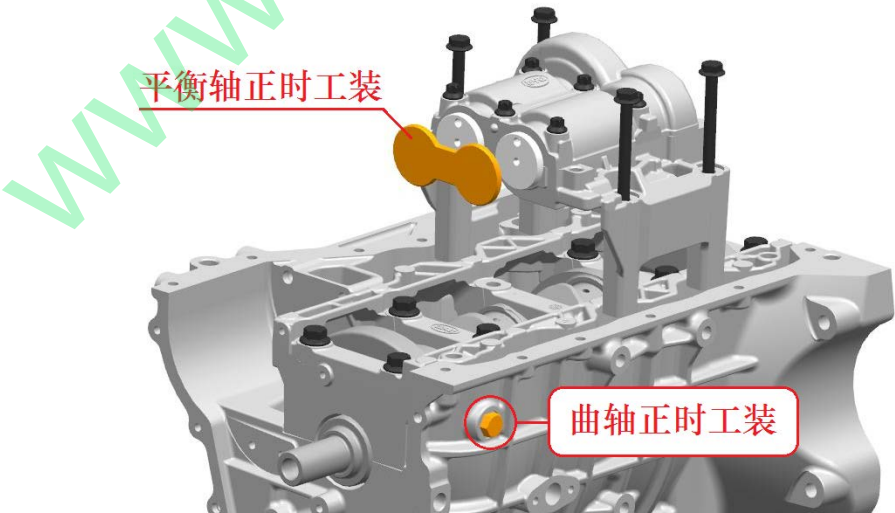

图 13.8
10、使用曲轴正时工装（见附表 A），将曲轴定位到正时位置。使用平衡轴正时工装（见附表 A），将平衡轴机构部件定位到正时位置，如图 13.8。